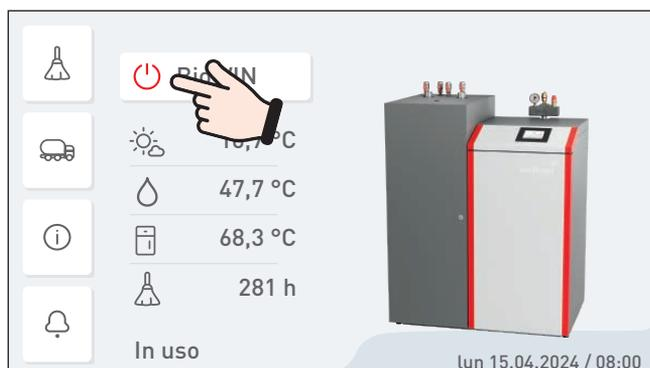

Fig. 57 Spegnere BioWIN Ultegra
- ▶ Spegnere la caldaia con il tasto ON/OFF su InfoWIN Touch (Fig. 57 – vedere anche punto 11.5 alla pagina 17) e attendere la fine combustione (circa 20 minuti).